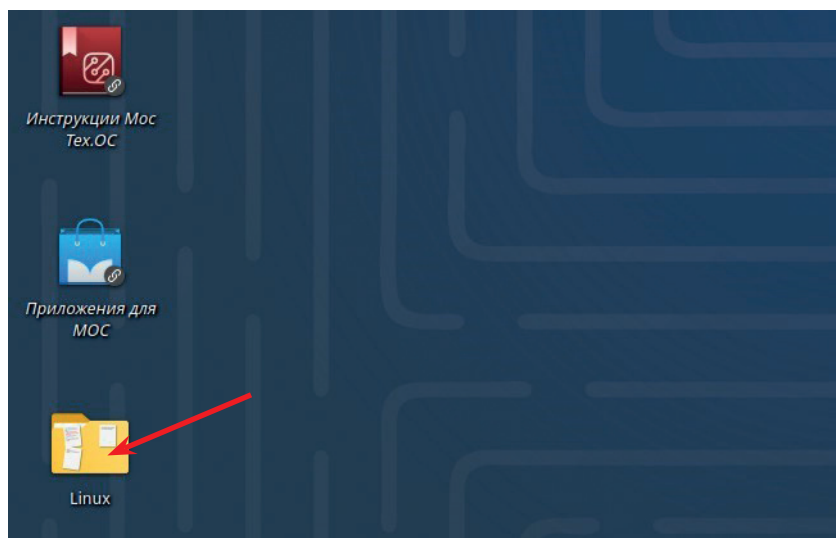

Рис. 4
- Зайдите в скопированную папку на рабочем столе: **рабочий стол/linux/util/machinekit-client** (рис. 4–7).